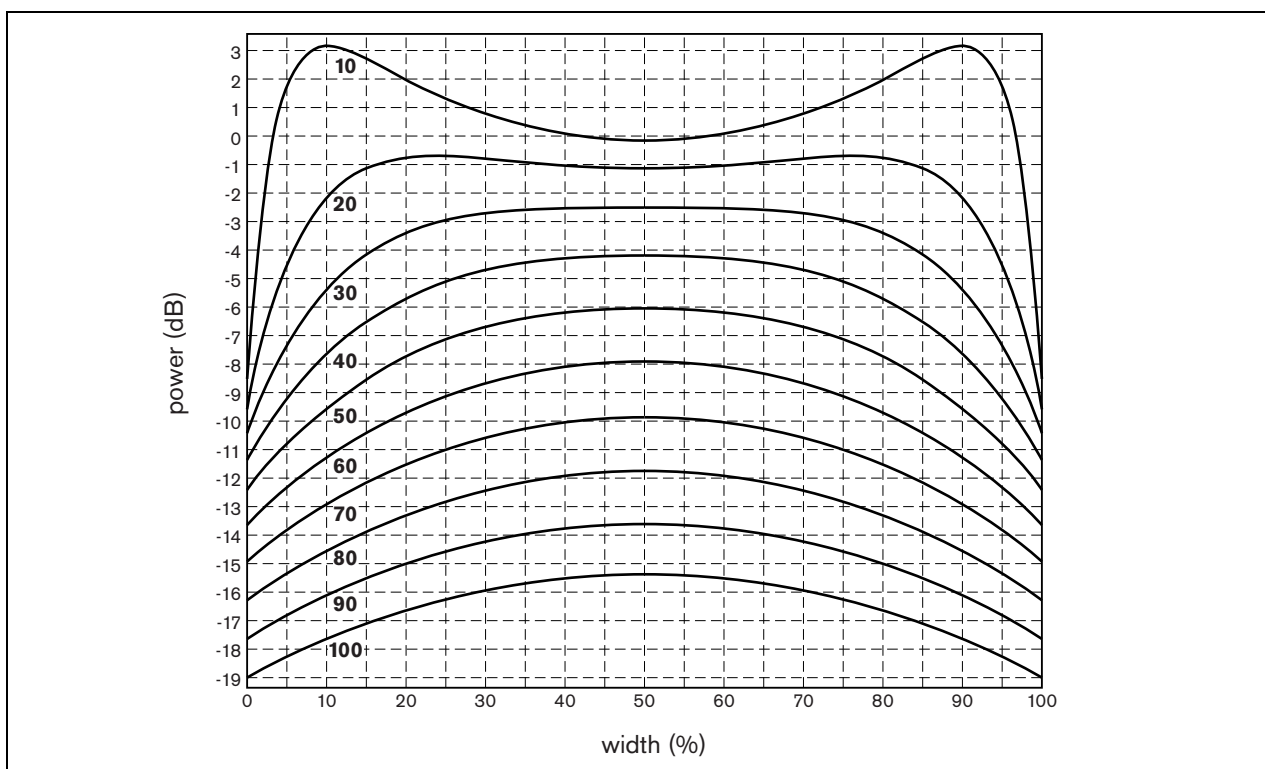

figura 2.8: Potência adicional vs. a largura da sala
Normalmente, instalará o laço de indução no piso ou no tecto de uma sala. Se a distância entre o piso e o laço de indução for demasiado pequena (menos de 8% da largura) ou demasiado grande (mais de 20% da largura), consulte a figura 2.8. A figura 2.8 mostra a potência adicional que o amplificador de laço precisa para criar o campo magnético apropriado. Os números adjacentes às curvas mostram a distância do piso ao laço de indução em % da largura (W) da sala.